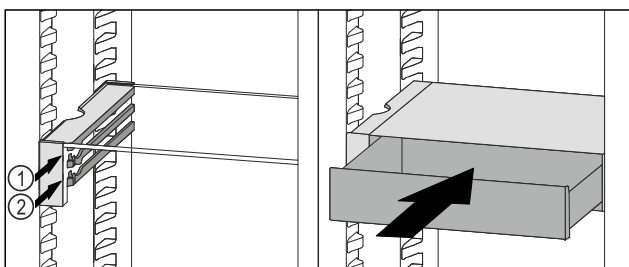

Fig. 136
- Vendosni sirtarin VarioSafe prapa ndaluesve në brinjën që dëshironi Fig. 136 (1) ose Fig. 136 (2).